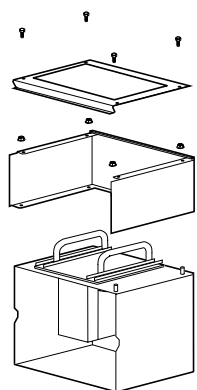
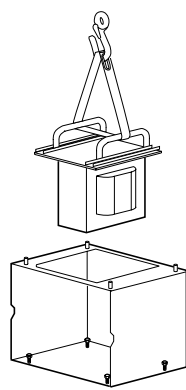

Рисунок 2
Рисунок 3
**1** Разберите элементы дросселя (рис. 2) и извлеките дроссель с помощью тали (рис. 3)
**2** Снимите фиксирующие винты (рис. 3), крепящие дроссель к поддону